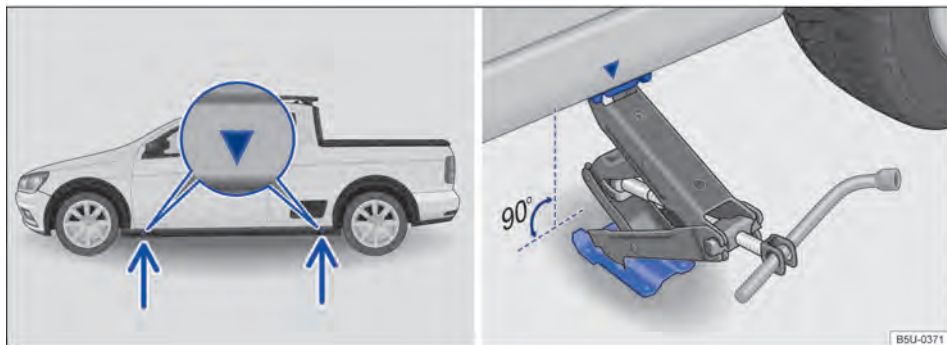

Fig. 170 Pontos de apoio do macaco e macaco posicionado no lado esquerdo traseiro do veículo.
O macaco somente pode ser posicionado nos pontos de apoio indicados (marcação na carroceria) → Fig. 170. É válido o ponto de apoio localizado próximo à roda correspondente → ⚠.
7. Procurar sob o veículo o ponto de apoio do macaco → Fig. 170, mais próximo da roda a ser trocada.
9. Garantir que a base do macaco, com toda sua superfície, esteja sobre o chão e que a base se encontre perpendicularmente abaixo do ponto de colocação → Fig. 170.
10. Alinhar o macaco e, simultaneamente, levantar a garra do macaco até ela se encaixar na travessa debaixo do veículo → Fig. 170.
- Posicionar o macaco somente nos pontos indicados. A garra do macaco deve se encaixar no perfil da longerina de forma segura → Fig. 170.